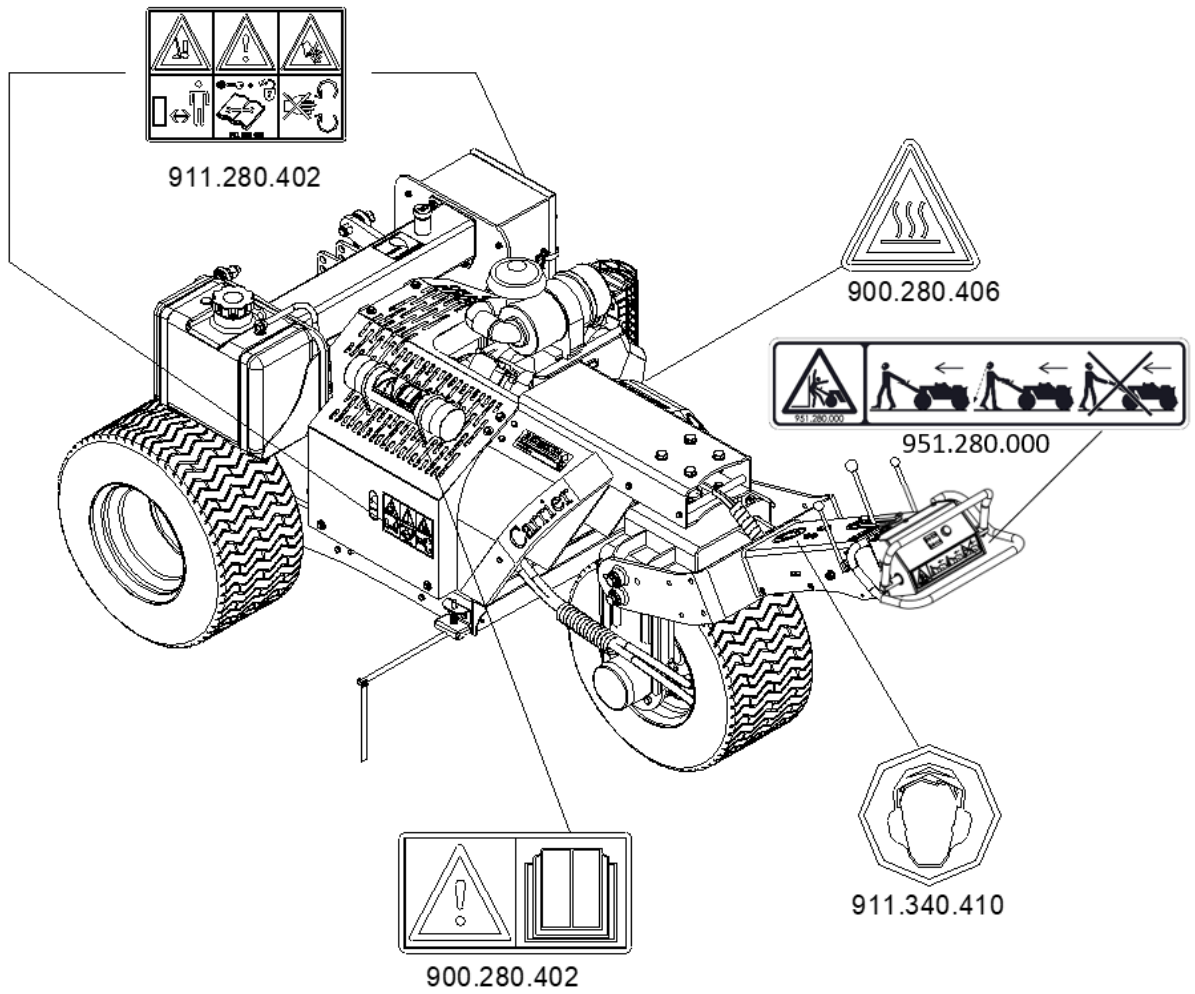

Fig. 7
8. Plaatsing veiligheidsstickers. (Fig. 7)